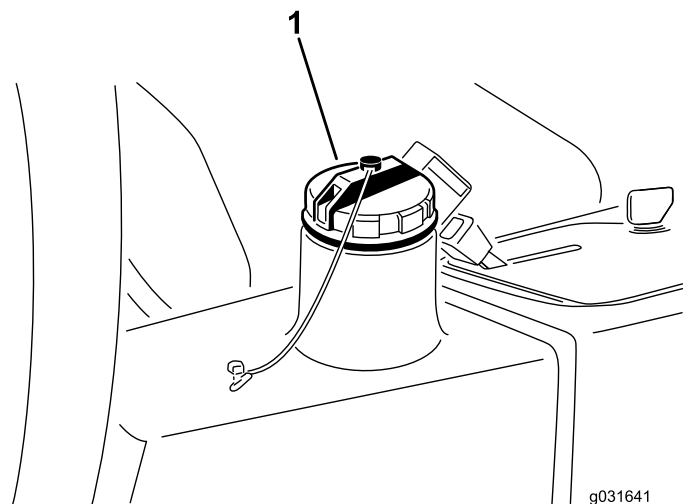

Figura 66
4. Llene el depósito (Figura 66) con aproximadamente 13,2 litros de aceite hidráulico; consulte Comprobación del sistema hidráulico (página 53).